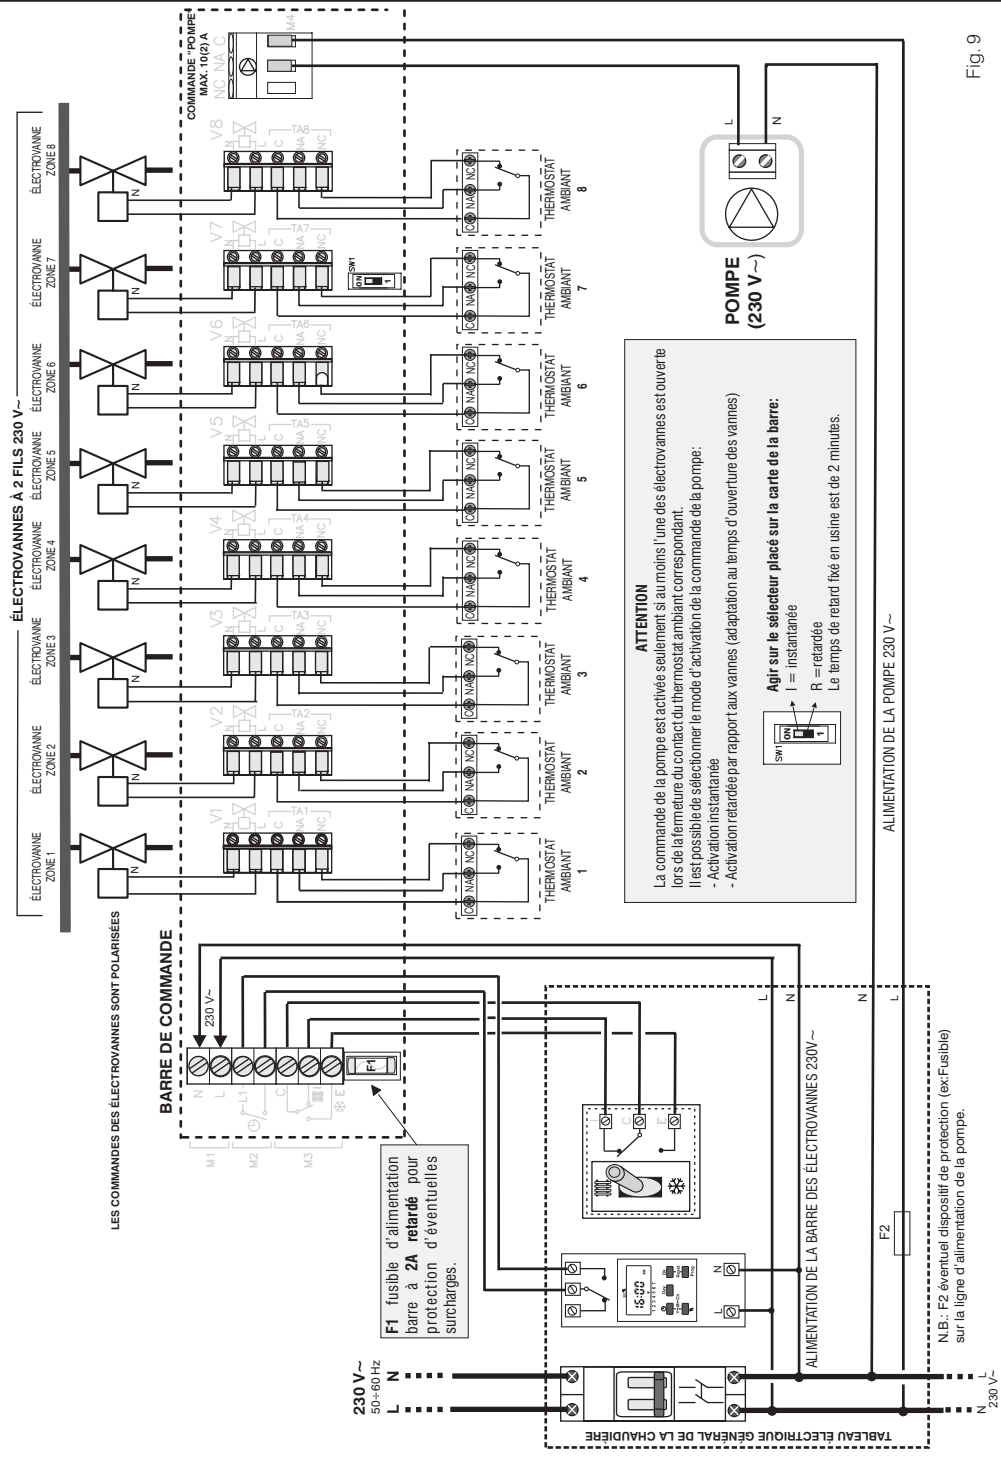

Fig. 9
- Effectuer les branchements électriques comme il est indiqué dans le schéma électrique suivant (fig. 8), selon le modèle: 4, 6 ou 8 zones (voir aussi l'exemple du schéma d'installation à la page suivante - fig. 9).